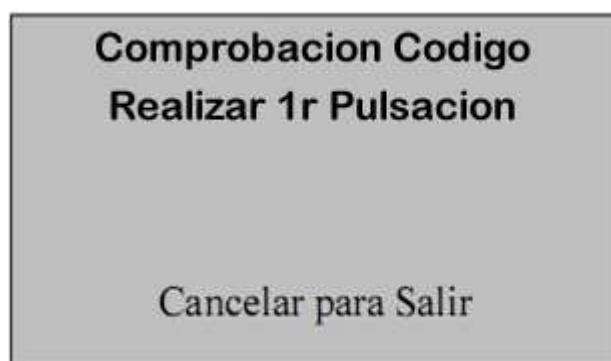

Fig. 2
- Pulsar  . No display surge: “**Realizar 1ª pulsación**” (fig.2)